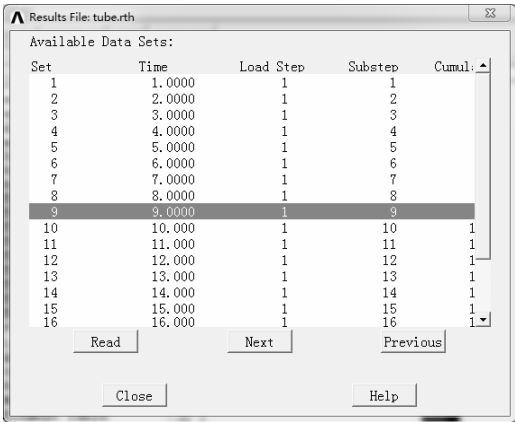

图 8-157 “Results File”对话框
- 1) 选择“Main Menu>General Postproc>Read Results>By Pick”命令，弹出“Results File”对话框，选择时间为 9 的项，单击“Read”按钮，读取分析结果，单击“Close”按钮确认，如图 8-157 所示。